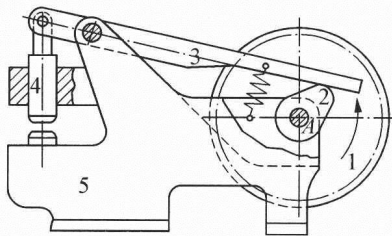

图 2-10 简易冲床
2.5.7 图 2-10 为一简易冲床的初拟设计方案。设计者的思路是:动力由齿轮 1 输入,使轴 A 连续回转,而装在轴 A 上的凸轮 2 与杠杆 3 组成的凸轮机构使冲头 4 上下运动,以达到冲压的目的。试绘出其机构运动简图,分析是否能实现设计意图,并提出修改方案。